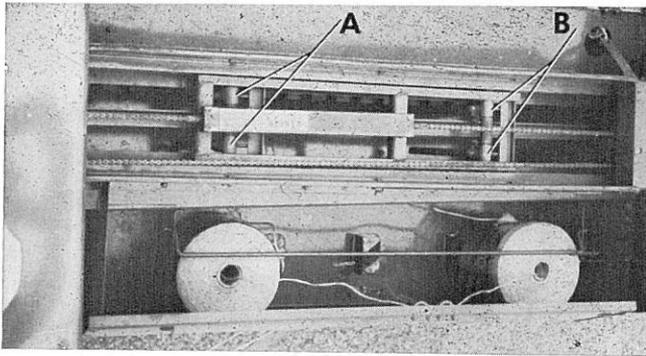

FIG. 20
Supports des dents d'ameneur (4) ....	A et B fig. 20
Cardans de ramasseur ....	A fig. 20